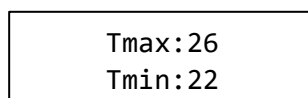

图 3 参数显示界面
- 2) 通过 User 按键,切换选择温度显示界面或参数显示界面,参数显示界面包括温度上限和温度下限参数,显示格式如图 3 所示。